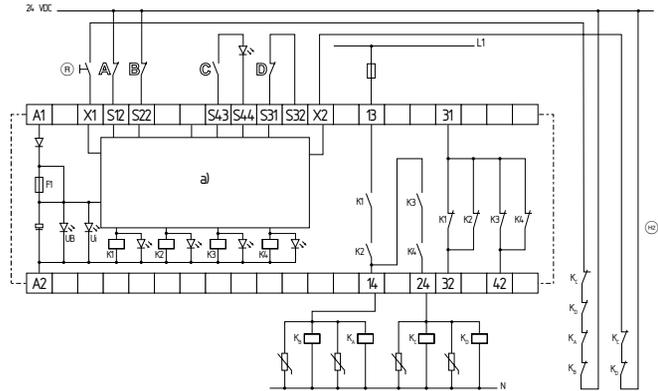

図3: SRB 202CA, 202CA/T, SRB 202CA/Q, SRB 202CA/QT
- 2つの接点A B付き非常停止スイッチ切り替え、2つの接点C D付、最低1つの強制開離スイッチ付、外部リセット釦® (遮断レベル1) 付防護扉監視例などの2チャンネル構成 (図3参照)